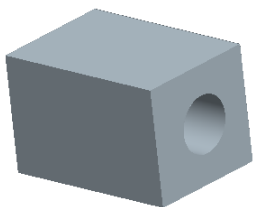

图 7.36 着色后的型腔
Step5. 在“体积块分割”操控板中单击 **体积块** 按钮，在“体积块”界面中单击 **1** ☒ **体积块_1** 区域，此时模型中的其余部分变亮，如图 7.36 所示，然后在选中的区域中将名称改为 **body_mold**；在“体积块”界面中单击 **2** ☒ **体积块_2** 区域，此时模型的型芯部分变亮，如图 7.37 所示，然后在选中的区域中将名称改为 **slide_mold**。